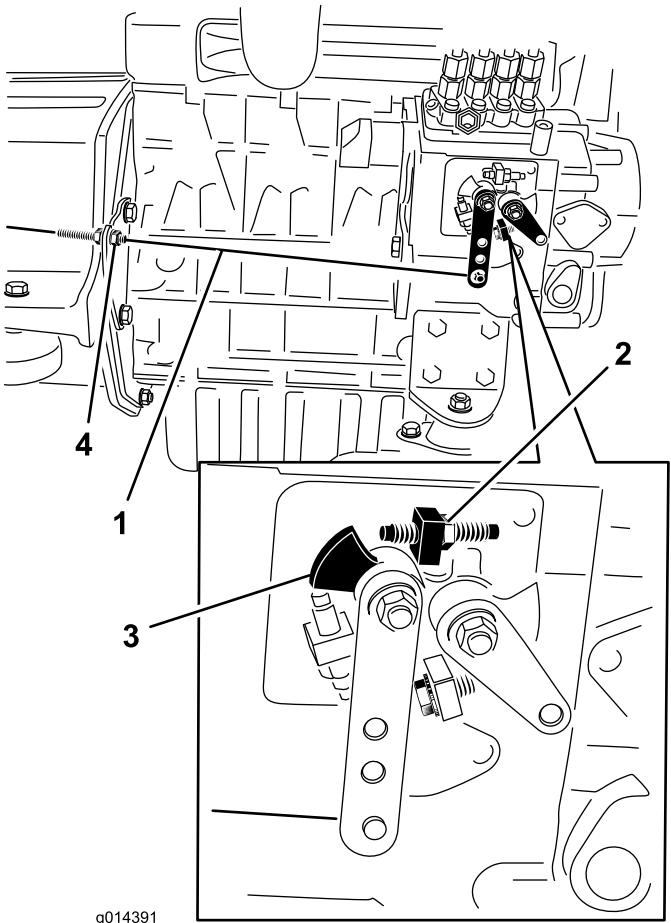

図 35
2. エンジンの燃料噴射ポンプについている速度コントロールレバーの位置を確認する。スロットルコントロール・レバーをFAST位置ディテント位置にセットした状態で、速度コントロール・レバーが高速ねじに接触していれば適正図35。
3. 必要であれば、スロットルコントロール・ケーブルのジャムナットの位置を調整して、スロットルコントロール・レバーをFAST位置ディテント位置にセットした時に速度コントロール・レバーが高速ねじに接触するようにする図 35。速度コントロールレバーの高速ねじは調整しないこと。